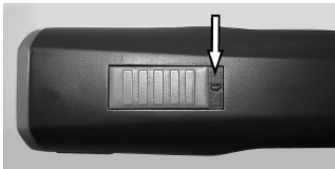

Fig. 4 Bryter i AV-posisjon ("0")
1. Kontroller kontaktene på klippemaskinen (1) og batteriet (2) for fremmedelementer og kontaminasjon.
2. Forviss deg om at bryteren på klippemaskinen er i AV-posisjon ("0") (fig. 4).
3. Sett batteriet (2) inn i klippemaskinen (3) til batterisperren (1) går i lås på begge sider.
4. Sett klippemaskinen inn med integrert batteri (1) eller bare oppladbart batteri (2) ovenfra uten makt i den angitte ladeåpningen på ladestasjonen.
6. Batteriet lader. Under ladingen lyser kontrollampen rødt (3). Når batteriet er ladet minst 90 %, vil den grønne kontrollampen lyse, og laderen vil gå over til vedlikeholdslading.
7. Hold laderen godt i den ene hånden, og dra klippemaskinen (1) eller batteriet (2) ut med den andre.
1. Sett bryteren på "0" (fig.4).
2. Trykk batterisperren (2) på begge sidene inn, og dra batteriet (1) ut av klippemaskinen.
3. Skyv det ladede batteriet (1) inn i klippemaskinen (2) til batterisperren går i lås på begge sider.